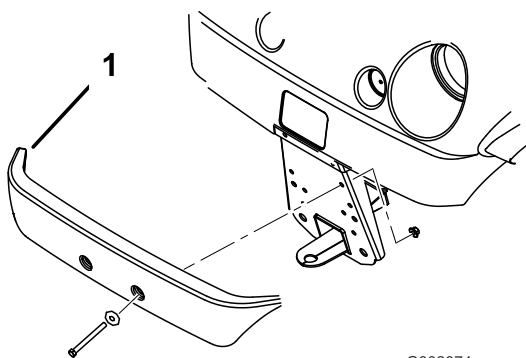

Figura 6
2. Alinhe os orifícios de montagem e fixe o pára-choques ao chassis com os dispositivos de fixação retirados (Figura 6).